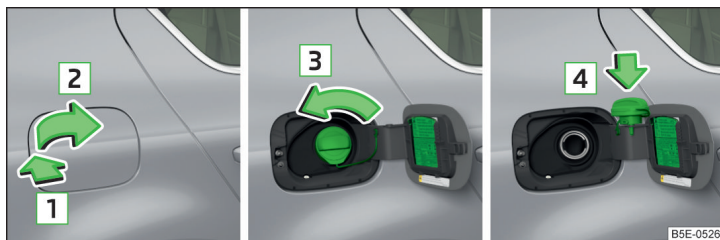

Fig. 311 Abrir la tapa del depósito/ desenroscar el cierre del depósito/ colocar el cierre del depósito en la tapa del depósito
- Presionar la tapa del depósito en el sentido de la flecha 1 y abrirla en el sentido de la flecha 2 » fig. 311.